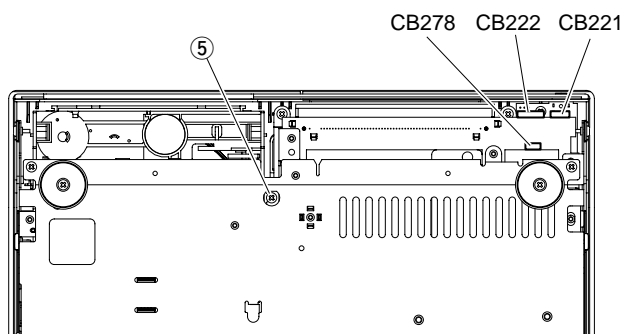

Fig. 3
- Remove 1 screw ( ⑤ ) in Fig. 3.
- Remove connectors CB221, CB222 and CB278 in Fig. 3.
- ⑤のネジ1本を外します。( Fig. 3 )
- コネクターCB221、CB222、CB278を外します。( Fig. 3 )